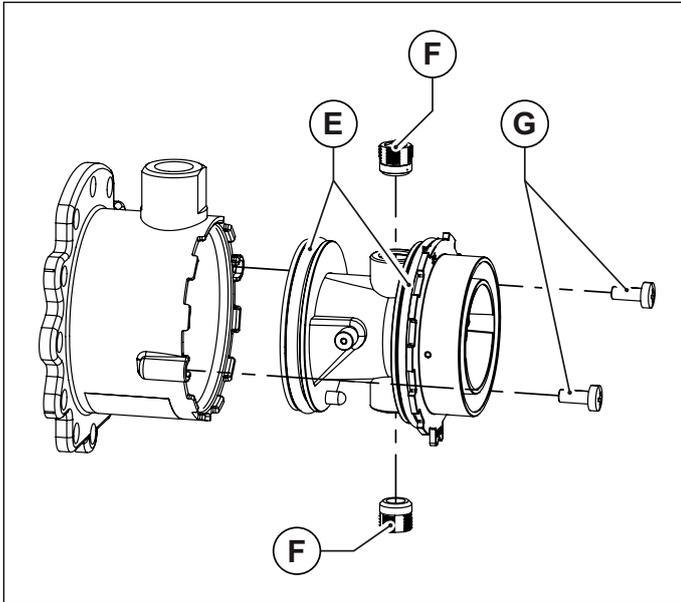

Abb. 30 Kunststoffkörper des Mixers
- Den Kunststoffkörper der Mischeinrichtung nach Lösen der beiden Befestigungsschrauben abziehen (siehe Abb. 30 Kunststoffkörper des Mischers).
- Beide Gas-Düsen der Mischeinrichtung mit einem 6 mm Innensechskantschlüssel lösen/herausdrehen (siehe Abb. 30 Kunststoffkörper des Mischers).
- Den Kunststoffkörper (Venturi) erneut montieren und ihn dabei, in der richtigen Position in die Mischeinrichtung einsetzen und mit den Befestigungsschrauben fixieren, dabei darauf achten, dass die O-Ringe, die an den Enden des Kunststoffkörpers (siehe Abb. 30 Kunststoffkörper des Mischers) sitzen, nicht beschädigt werden und die Montagerichtung einhalten (siehe Abb. 31 Montagelage).
- Die zusammengesetzte Mischeinrichtung mit den Innensechskantschrauben am Gebläse montieren und dabei darauf achten, dass die O-Ringe zwischen dem Mischer und dem Gebläse positioniert sind (siehe Abb. 30 Kunststoffkörper des Mischers).